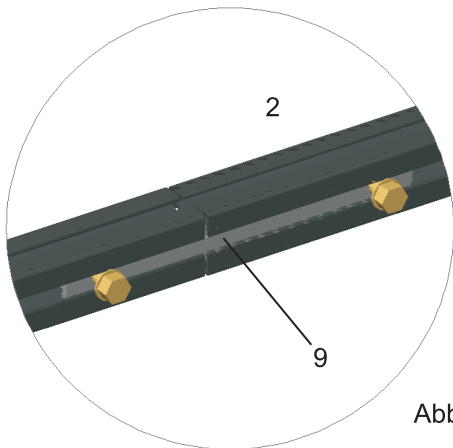

Abb. 6
Im Fall, dass mehrere Montageschienen (2) miteinander verbunden werden, muss ein Verbinderset (9) in die entsprechende Führung des Profils eingeschoben und verschraubt werden (Abb. 6).